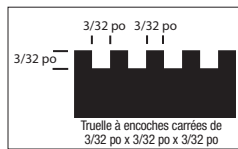

Figure 2
- Truelle à encoches carrées de 3/32 po (parquet massif – 2 mm) (Figure 2)
- Étaler une quantité suffisante de l'adhésif recommandé à l'aide de la truelle recommandée (Figure 2) sur une zone qui peut être recouverte en 60 minutes.